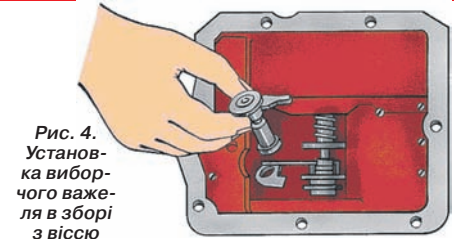

Рис. 4. Установка виборчого важеля в зборі з віссю
4. Встановіть виборчий важіль в зборі з віссю (рис. 4) у корпус кришки так, щоб важіль увійшов до паза муфти перемикання. Застопоріть важіль штифтом, який забийте знизу.